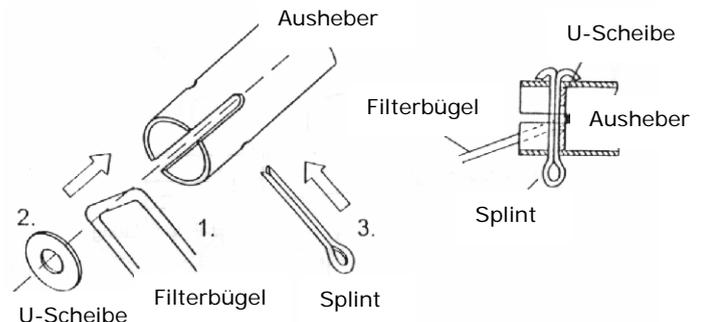

Bild 6 Montage des Aushebers
1. Ausheber auf Bügel der Filterplatte aufstecken (siehe Bild 6)